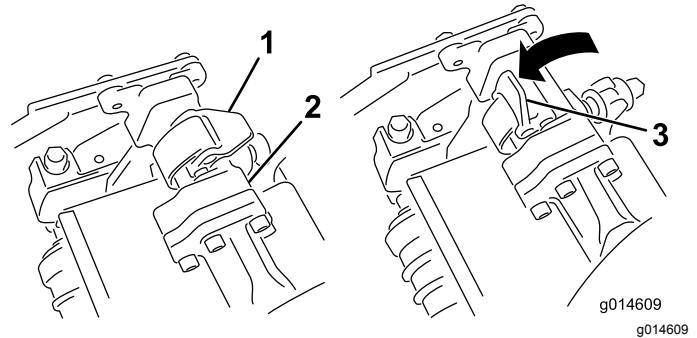
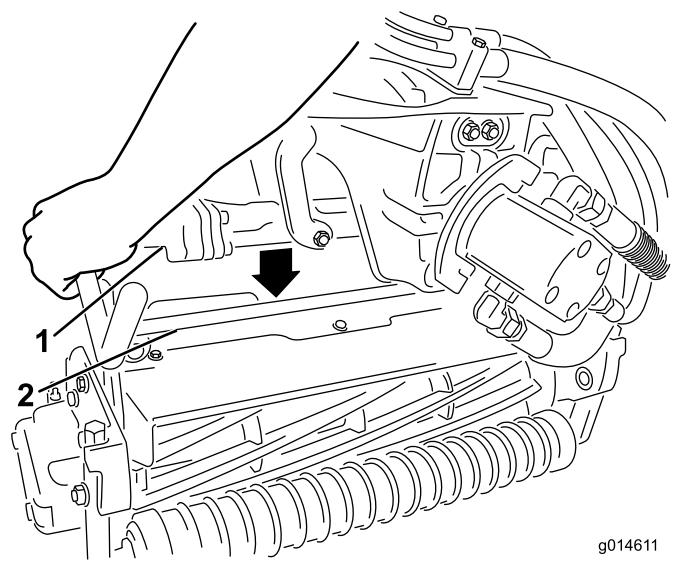

Bild 32
Bild 33
3. Die Riegel an der Aufhängarmstange müssen nach oben zeigen (d. h. offen) (Bild 32); drücken Sie den Aufhängearm dann so nach unten, dass die Stange über die Stange an der Oberseite der Schneideeinheit passt (Bild 33).
4. Drücken Sie die Riegel nach unten um die Schneideeinheitstange herum und arretieren sie (Bild 32).
4. Öffnen Sie die Riegel an der Aufhängearmstange der Schneideeinheit, die Sie entfernen möchten (Bild 32).